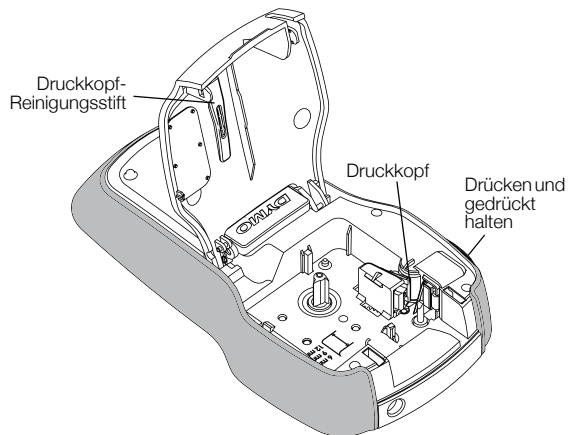

Abbildung 7
- 2 Drücken Sie die Abschneidetaste nach unten und halten Sie sie gedrückt, um das Schneidmesser freizulegen. Siehe Abbildung 7.
- 2 Nehmen Sie den Druckkopf-Reinigungsstift aus dem Deckel des Etikettenfachs. Siehe Abbildung 7.